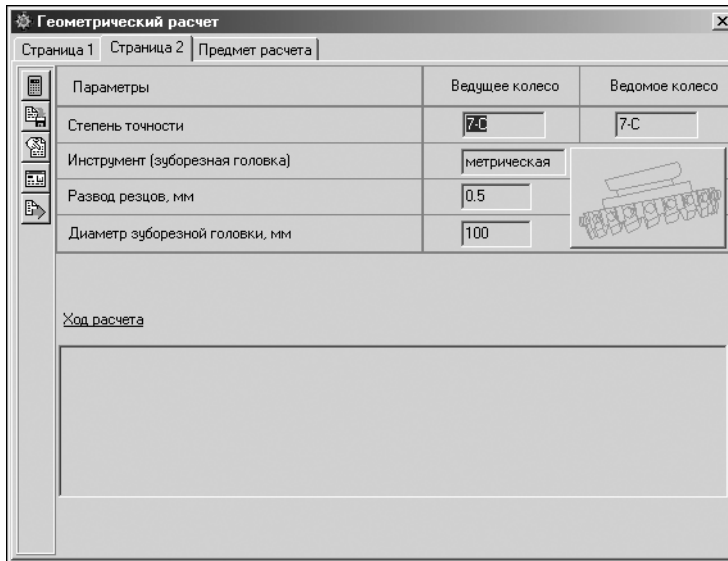

Рис. 10.5.
2. Введите данные на вкладке **Страница 2** (рис. 10.5).
3. Нажмите кнопку **Расчет** на панели инструментов окна **Геометрический расчет** (рис. 10.5 на с. 138). Раскроется окно, в котором нужно будет ввести величину преднамеренного смещения измерительного сечения (рис. 10.10).